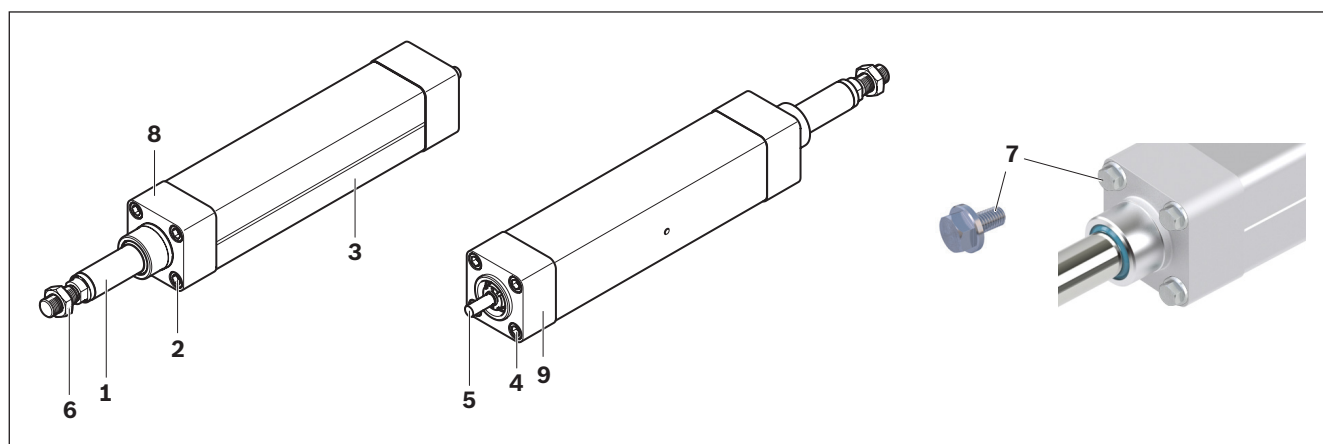

Fig. 1 : Composants du vérin de levage électromécanique EMC
- Capteur d'efforts, bouchons filetés ➡ Fig. 1, connecteurs de raccordement